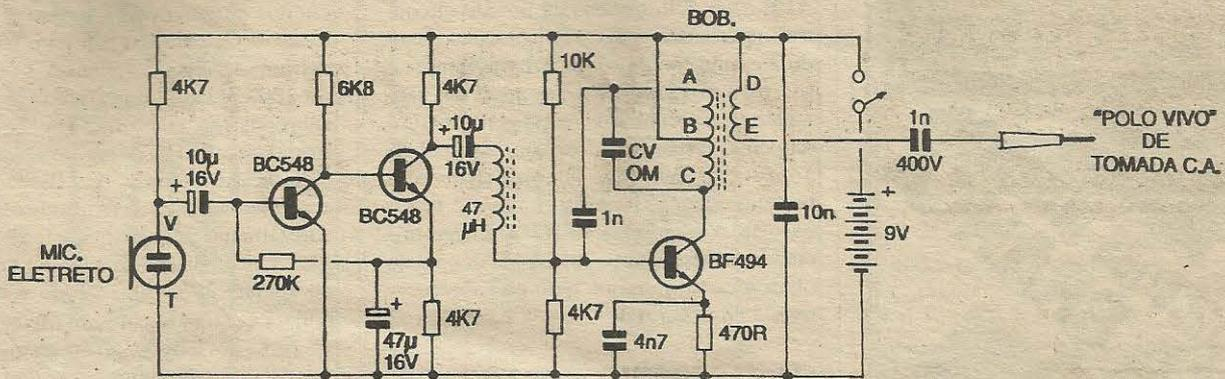

Fig. 1
**- FIG. 1 - DIAGRAMA ESQUEMÁTICO DO CIRCUITO** - Um sensível e pequeno microfone de eletreto (polarizado pelo resistor de 4K7, já que se trata de um modelo com dois terminais...) capta os sons ambientes e entrega os sinais elétricos correspondentes à transdução a um módulo pré-amplificador de ganho bastante elevado, formado pelos dois transistores BC548 e componentes anexos... O arranjo, além de ganho alto, mostra excelente fidelidade (para o que colabora a sensibilidade e fi-